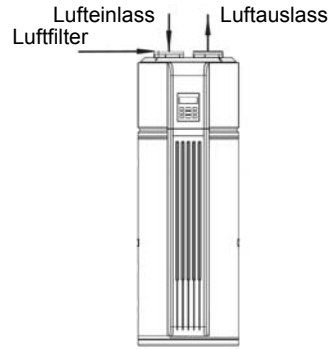

Abb. 3-8
- 5) Filter am Geräteeinlass installieren. Erfolgt der Geräteanschluss mit Kanal, so muss ein Luftfilter am Lufteinlass angebracht werden. (Abb. 3-8/3-9)